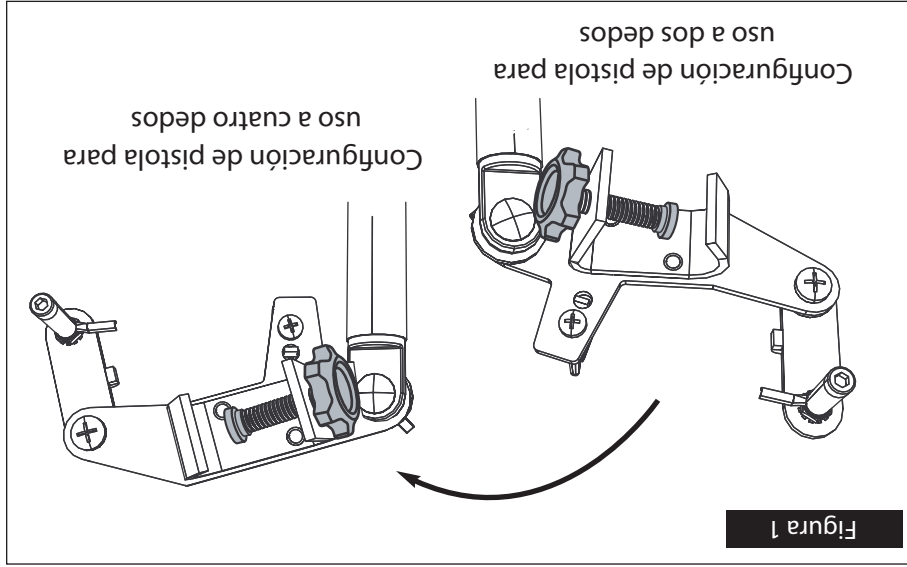

Figura 1
1. Presione el botón con resorte y gire el conjunto del cabezal para cambiar entre las configuraciones de la pistola atomizadora para uso a dos o a cuatro dedos (Figura 1).